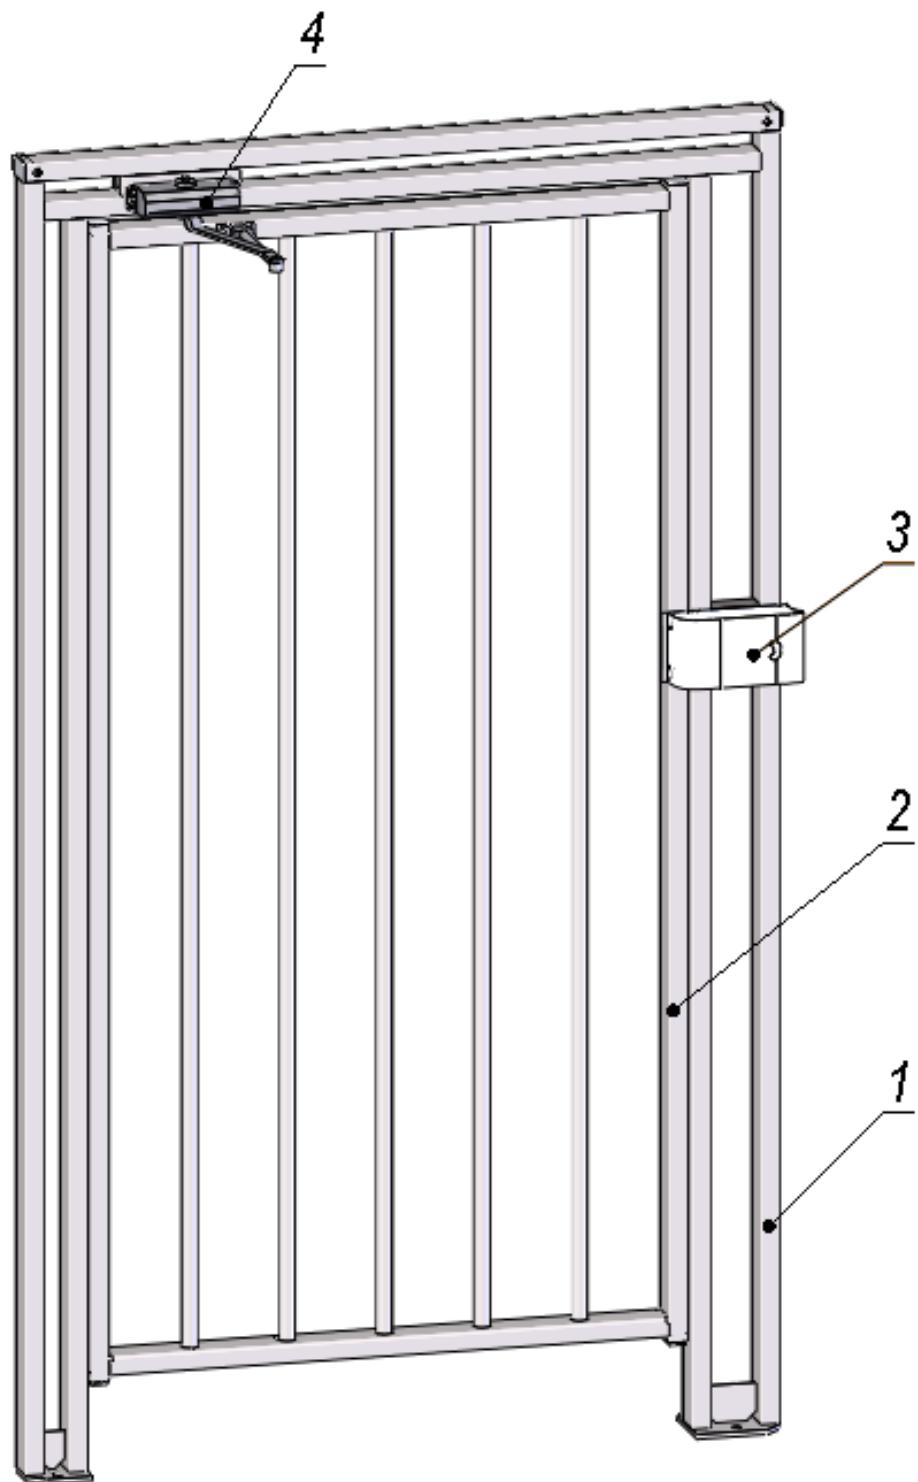

Рисунок 1. Общий вид калитки
Устройство калитки показано на рис. 1. Габаритные размеры калитки указаны на рис. 2. Номера позиций в тексте руководства даны в соответствии с рис. 1, если не указано иначе. Калитка состоит из: рамы (1), створки (2), замка электромеханического (3), доводчика (4).